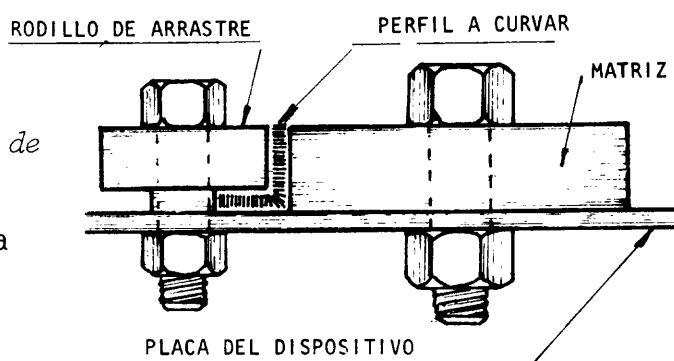

Fig. 1
- Fije la matriz en la placa del dispositivo (fig. 1).
- Monte, sin llegar a ajustarlo, un rodillo de arrastre, en la palanca del dispositivo (fig. 1).